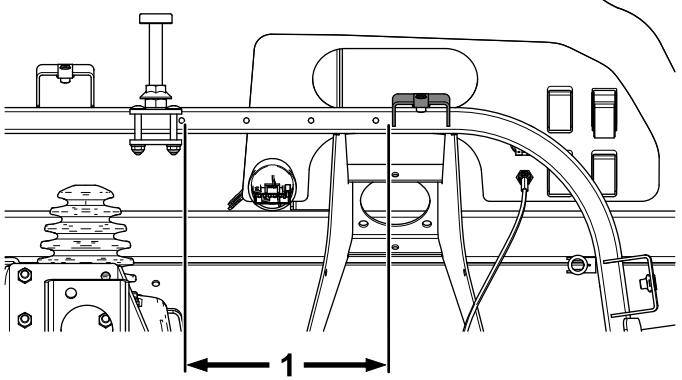

Bild 35
1. Messen Sie 20,7 cm von der unteren Kante der Abdeckungshalterung nach links und markieren Sie die Stelle (Bild 35).